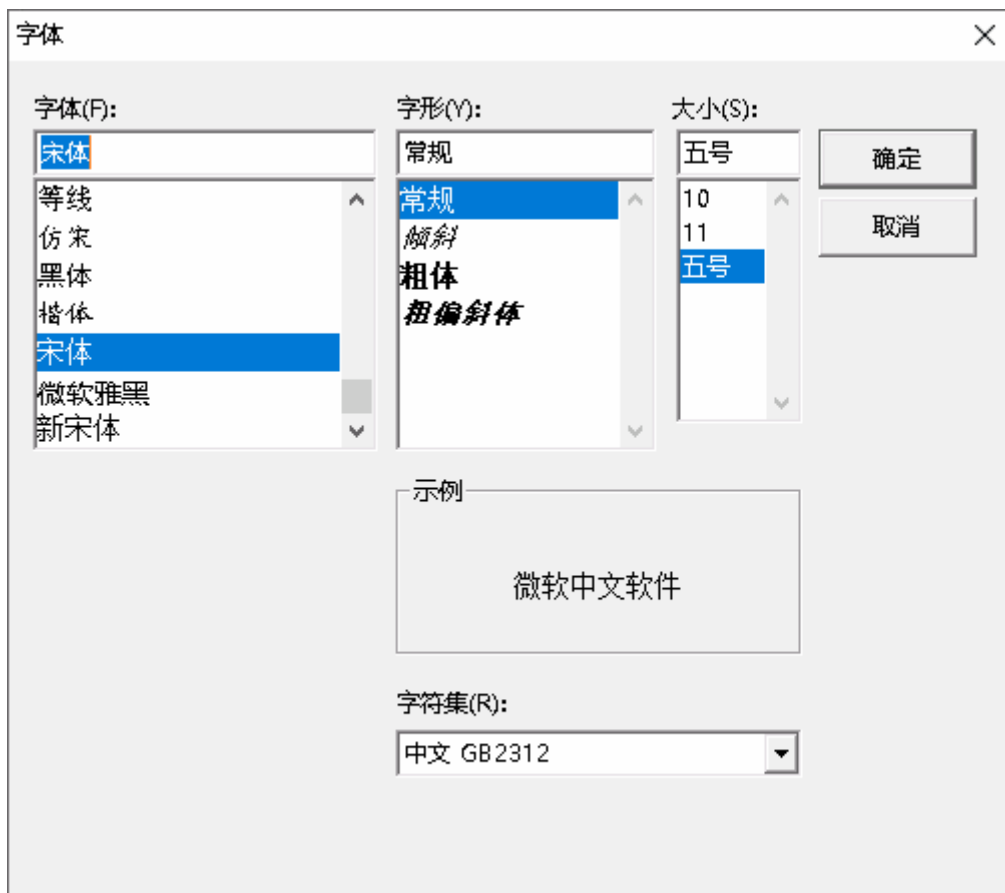

图 3-41 字体设置对话框
- 单独设置：点击某个报警类型对应的字体，弹出如图 3-41 所示的字体设置对话框，选择字体、字形、大小后点确定。
- 统一设置：点击界面左下角的“字体 全部”后弹出 图 3-41 所示的对话框，设置方法同前面所述的“字体设置”相同。